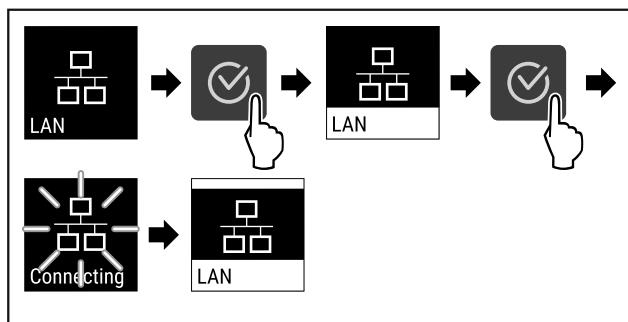

Fig. 80
- Hajtja végre a művelet lépéseit (lásd Fig. 80).